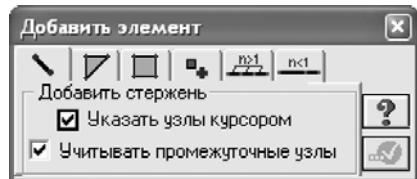

Рис.4.7. Диалоговое окно
- Активизируйте первую закладку **Добавить стержень** в диалоговом окне **Добавить элемент** (рис.4.7).